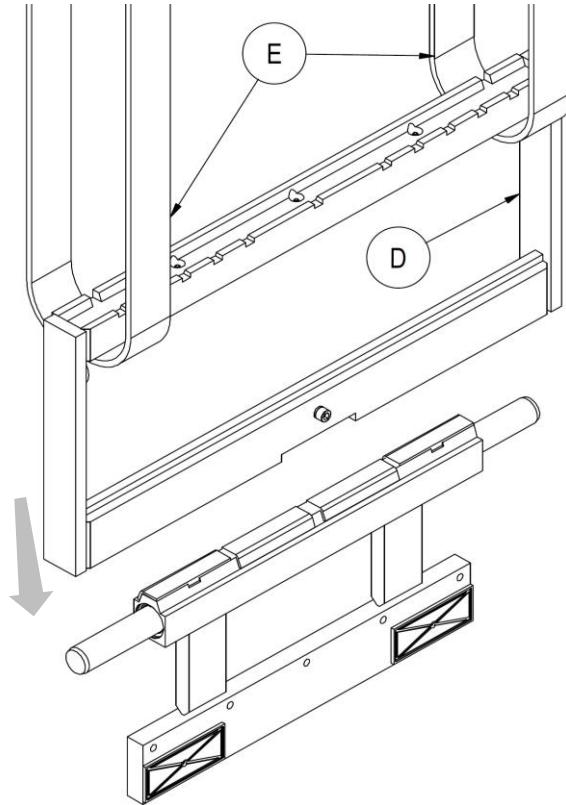

Abbildung 5
10. Heben Sie den beweglichen Rahmen **D** mit Hilfe von Hebebändern **E**, die dem Gewicht des Anbaugeräts angemessen sind, und montieren Sie ihn von der Oberseite des Geräts (wie in *Abbildung 5*) mittels eines Laufkrans oder eines Hebezeugs mit ausreichender Tragkraft.